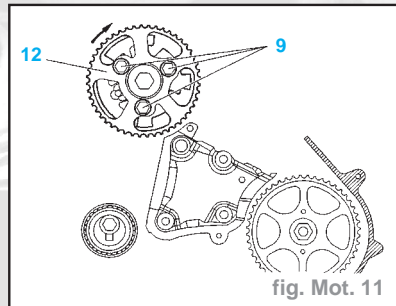
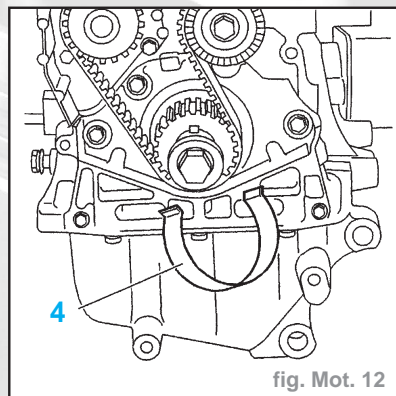

fig. Mot. 11
fig. Mot. 12
- Resserrer les vis (9) (à la main) (fig. Mot. 11).
- Tourner le pignon (12) dans le sens horaire pour le placer à fond de boutonnière.
- Maintenir la courroie avec l'outil (4) (-) **0188K** (fig. Mot. 12).